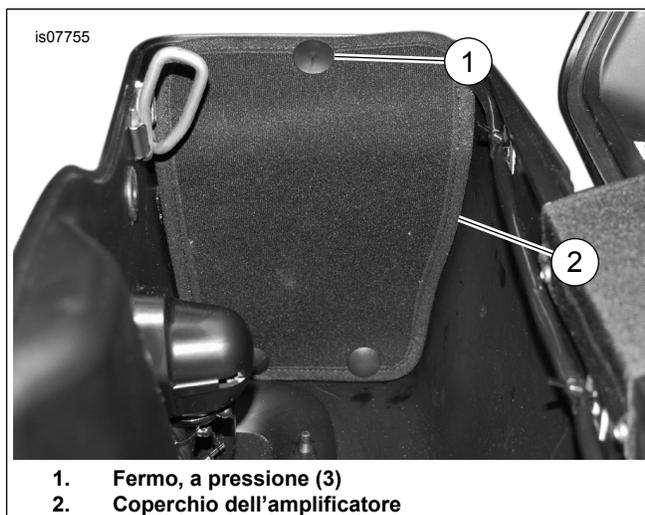

Figura 11. Coperchio dell'amplificatore
1. Vedere Figura 11. Installare il coperchio dell'amplificatore sulla staffa. Fissare con tre fermi.